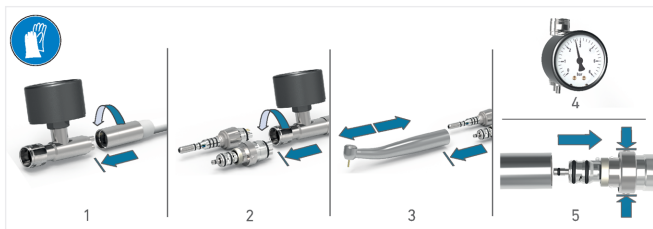

FIG. 4
6. Om de BORA 2 LED los te koppelen van de Unifix-koppeling, houdt u de 2 zijvergrendelingen ingedrukt (FIG. 4 stap 5) en verwijdert u tegelijkertijd de turbine van de koppeling.